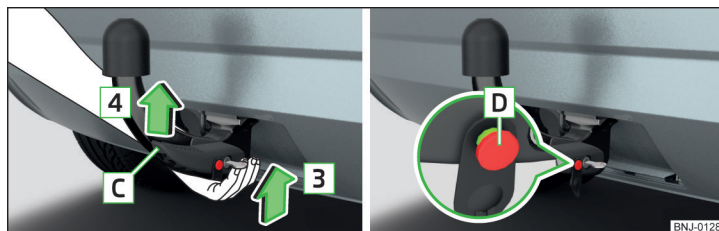

Bild 155 Montera dragkrok/utlösningsspake i utfällt läge
- › Fatta dragkroken underifrån » bild 155 och sätt in den i fästesurtagningen i pilens riktning [3] tills den hakar fast » **!**.